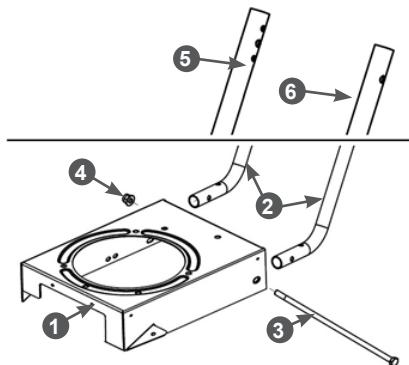

Рис. 3. Установка стоек рабочих рукояток
- Вставьте в раму 1 мотокультиватора стойки 2 рабочих рукояток (Рис. 3). Совместите отверстия в раме, корпусе редуктора и стойках, вставьте в отверстие болт 3 и закрутите гайку 4 (Рис. 3).
Устанавливать стойки рабочих рукояток на раму нужно так, чтобы стороны стоек с тремя отверстиями были обращены друг к другу (Рис. 3).